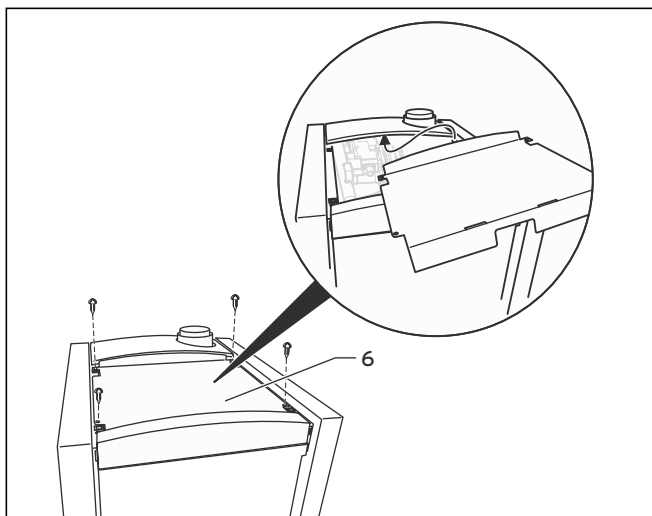

Рис. 5.3 Щиток в VKK 476 и VKK 656
Для подключения газовой трубы в аппаратах на 47 кВт и 65 кВт необходимо демонтировать щиток (рис. 5.3 (6)).